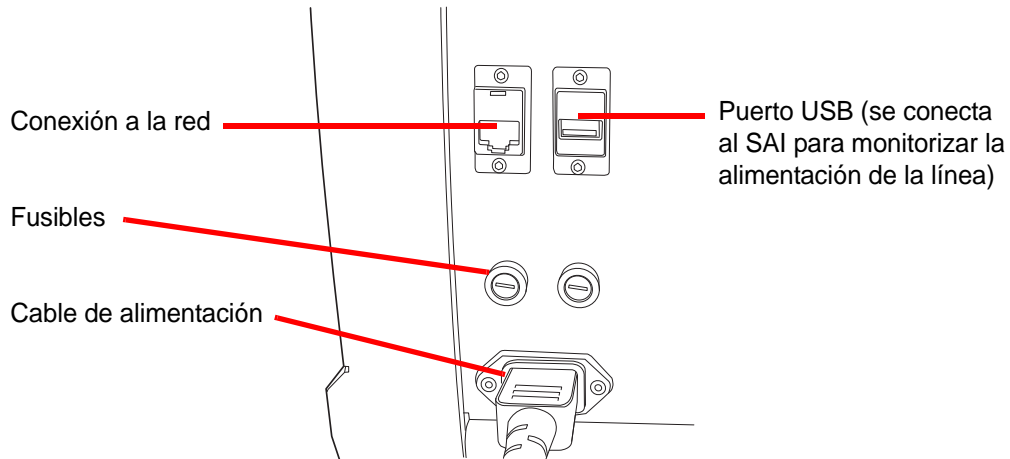
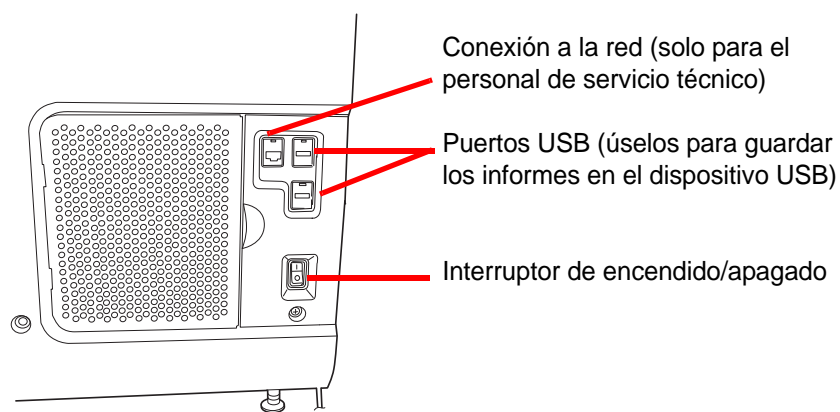

Figura 2-3 Parte posterior del procesador ThinPrep® 5000
Figura 2-4 Interruptor de alimentación
Asegúrese de que el interruptor de alimentación esté apagado. Luego introduzca el cable de alimentación en el receptáculo situado en la parte posterior del instrumento (véase la Figura 2-3). El procesador está equipado con un SAI (sistema de alimentación ininterrumpida). El cable de alimentación del instrumento está enchufado en el SAI. Conecte el cable de alimentación del SAI a una toma de corriente con conexión a tierra.
**PRECAUCIÓN:** no encienda el procesador si hay un dispositivo USB en cualquiera de los puertos USB. Consulte la Figura 2-3 y la Figura 2-4 para ver las ubicaciones de los puertos USB.
Pulse el interruptor basculante situado en la parte inferior derecha del procesador en la posición de encendido. Consulte la Figura 2-4.